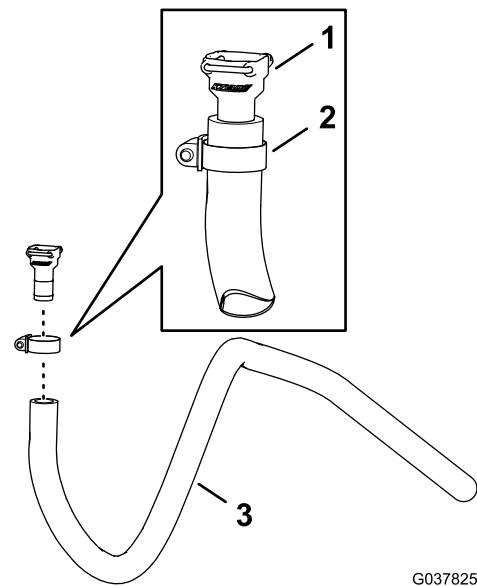

Figure 95
- Fixez le raccord cannelé droit ($\frac{3}{4}$ "), que vous avez retiré à l'opération 3 de Montage de la vanne de coupure pour le kit pistolet-pulvérisateur en option ou le kit dévidoir électrique (page 42), au flexible (1,3 x 180 cm) avec un collier (13 à 32 mm), comme montré à la Figure 95.